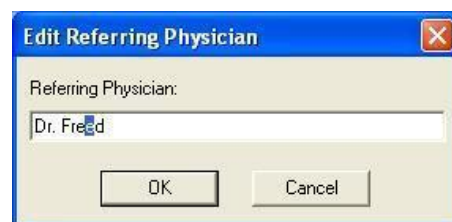

図 60 リスト編集の例 (医師名)
- ② 追加する場合: “Add”をクリックします。
- ③ リスト項目の編集ダイアログが表示されます。
- ④ 選択したリストに追加するリスト項目の名前をテキストフィールドに入力します (例: 図 60)。
- ⑤ [OK]をクリックします。
- ⑥ 設定項目は、オプション画面と新しい患者の開始画面の両方のリストに追加されます。